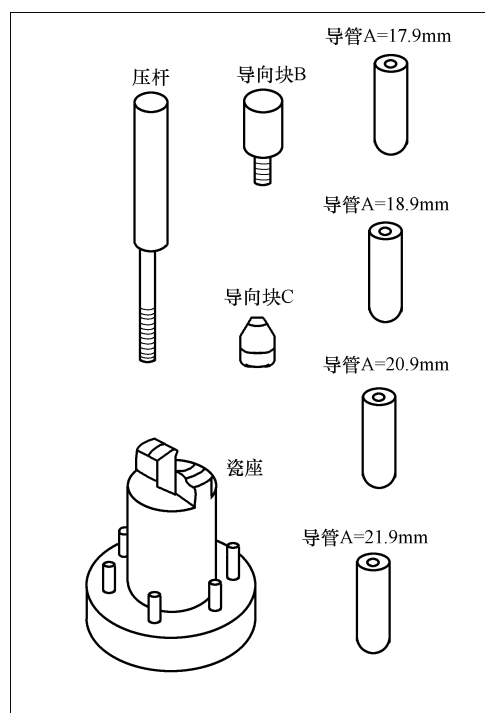

图 2-113 活塞销拆卸/安装器 (专用工具)
② 按气缸号依次放好拆下的连杆、连杆盖、连杆轴承。
(2) 拆卸活塞销 活塞销安装器如图 2-113 所示。